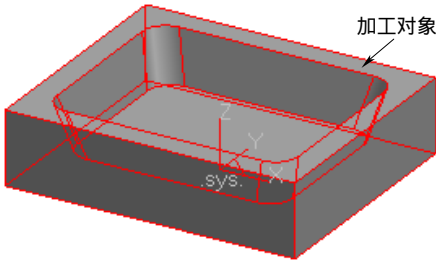

图 8-59 拾取的加工对象
9)完成加工参数设置后,单击“确定”按钮,系统在界面的左下方提示“拾取加工对象”,直接拾取所有实体,单击鼠标右键结束拾取,如图 8-59 所示。